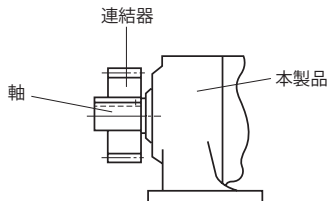
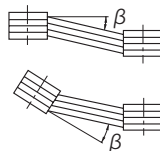

図 5-3
図 5-4
(2) チェーン・スプロケット、ギヤを使用する場合
- ・スプロケットやギヤの荷重作用点が、軸中央より本製品側へくるようにしてください。(図 5-3 参照)
(3) Vベルトを使用する場合
- ・両プリー間の平行度、偏心度 β は 20° 以内としてください。(図 5-4 参照)